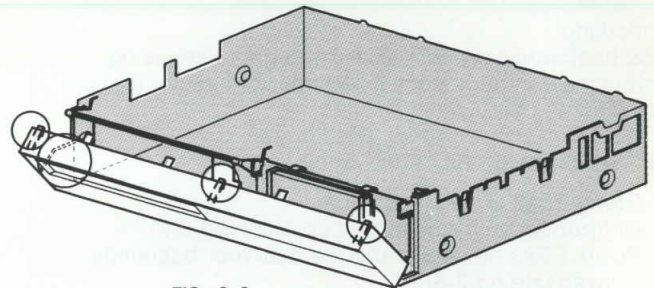

FIG. 2-2
- Het bedieningspaneel is met drie klikconstructies (zie fig. 2-2) aan de onderkast vergrendeld. Door deze klikconstructies te ontgrendelen kan het gehele bedieningspaneel naar voren worden gekanteld. Om het gehele bedieningspaneel te verwijderen moet de kantelbeveiliging links en de **flexibele verbinding** met de displayprint worden verwijderd. Bij het verwijderen van het bedieningspaneel de cassetteklep iets naar binnen drukken.